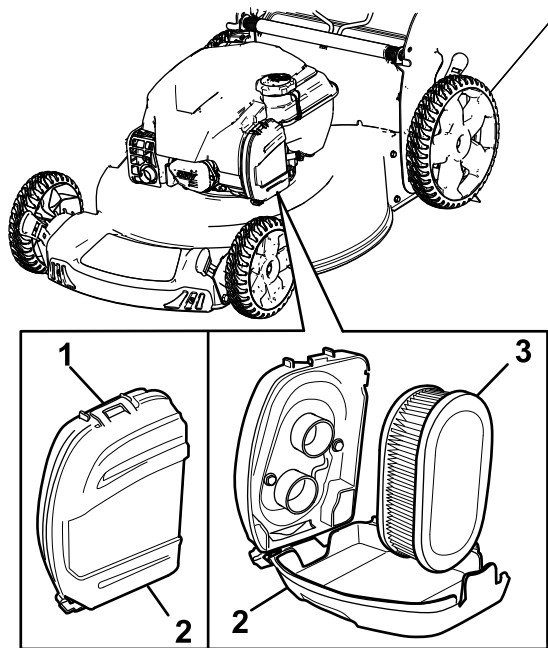

Figura 21
- Desencaixe a parte superior da cobertura do filtro de ar (Figura 21).
- Retire o filtro de ar (Figura 21).